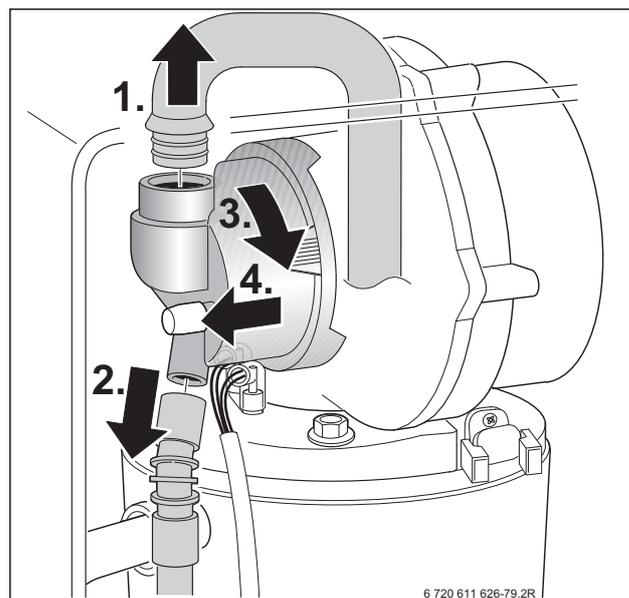
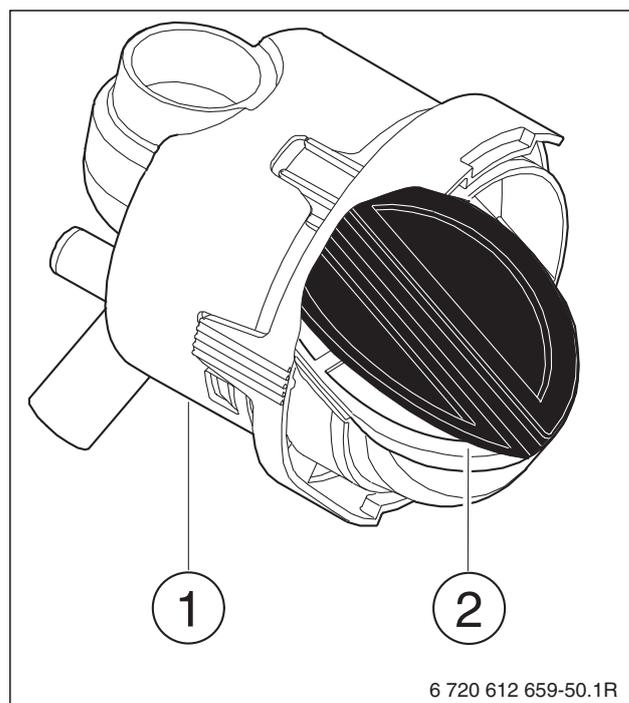

Fig. 50
Fig. 58
- ▶ Démontez le tube d'admission d'air et retirez le tuyau à gaz du dispositif de mélange, → figure 50.
- ▶ Démontez le mélangeur (fig. 58, [1]) comme indiqué sur la figure 50, pag. 37.